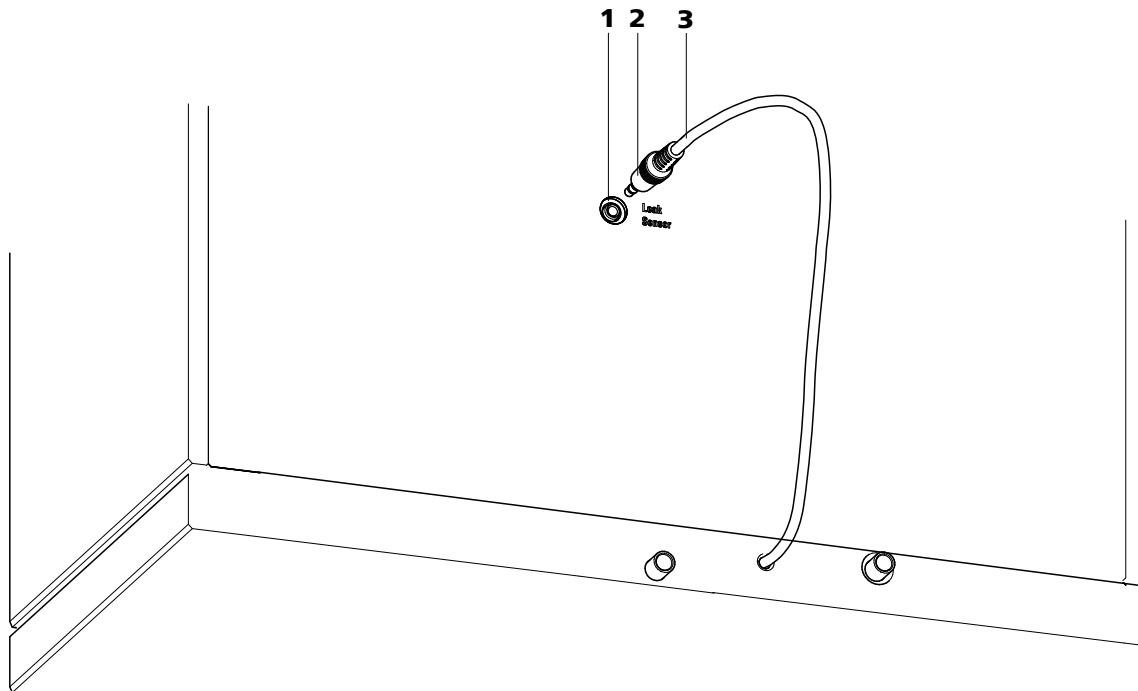

Figura 7 Conexión del detector de fugas en la parte posterior del aparato
- 1 Enchufe la clavija del detector de fugas (7-2) en la toma de conexión del detector de fugas (7-1) de la parte posterior del aparato (véase Figura 7, página 22).